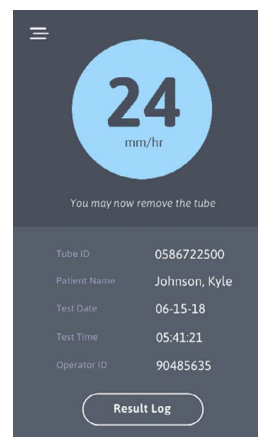

Figure 15
5. Une fois l'analyse terminée, le tube est ramené au port de chargement pour être récupéré et le résultat du test s'affiche à l'écran tactile (figure 15).